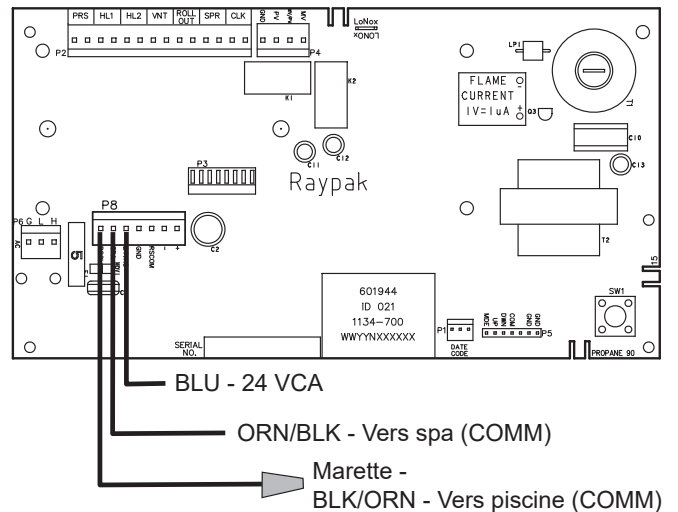

Figure 31. Connexion du harnais de câble d'un thermostat à 2 fils au connecteur P8, P-156
7. Connectez le harnais de câble à 7 broches pour thermostat externe au connecteur P8 et mettez l'appareil à ON, voir **Figure 31**.